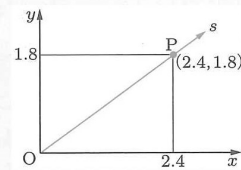

図 3.22
**例題 3.7** 図 3.22 のように、まっすぐな流線  $s$  に沿った速度が  $v = 3\sqrt{x^2 + y^2}$  で与えられている。点  $P(2.4, 1.8)$  における速度と加速度を求めよ。